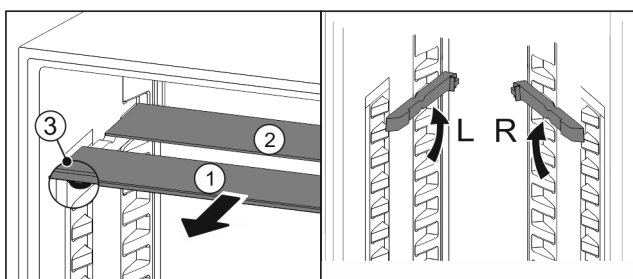

Fig. 69
- ▶ Skleněné desky jednotlivě vytáhněte dopředu Fig. 69 (1).
- ▷ Skleněná deska Fig. 69 (1) s ozdobnou lištou leží vpředu.
- ▷ Zářáčky Fig. 69 (3) směřují dolů.